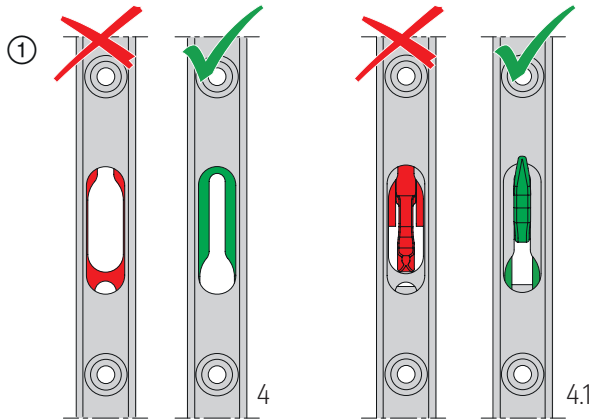

Abb. 21
① Getriebe 4/4.1 in Verschlussstellung (abgesenkte Position) bringen; siehe **Abb. 21** auf Seite 36.